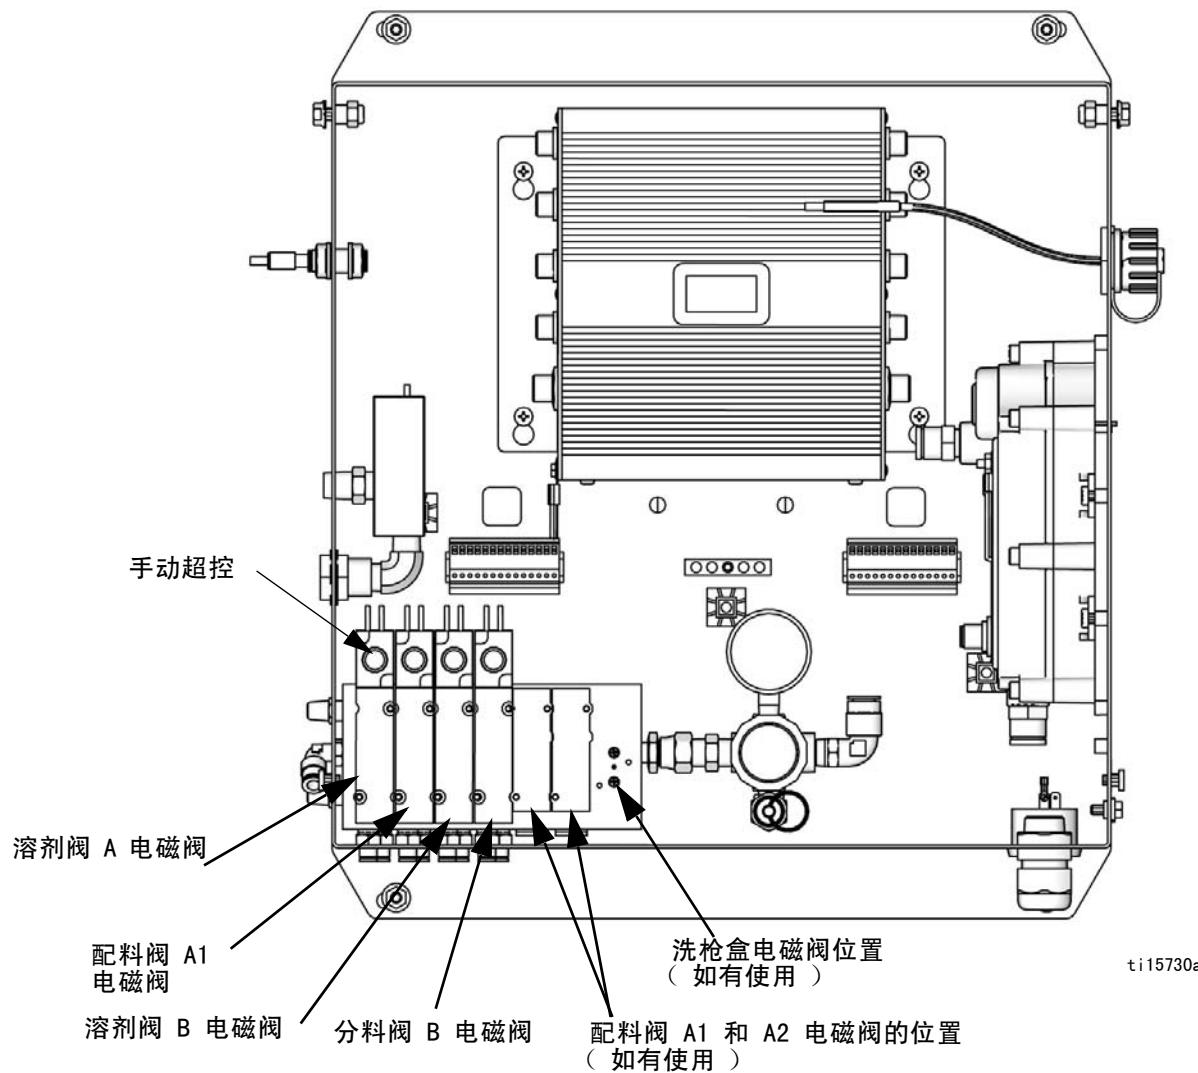

图 22. 控制箱中的电磁阀
4. 扣动喷枪，推动 A1（A2, A3）和 B 配料电磁阀上的手动超控以释放压力。参见图 22。
7. 扣动喷枪，将手动超控推到 A 和 B 溶剂电磁阀上以释放溶剂压力。参见图 22。确认溶剂压力已降至 0。